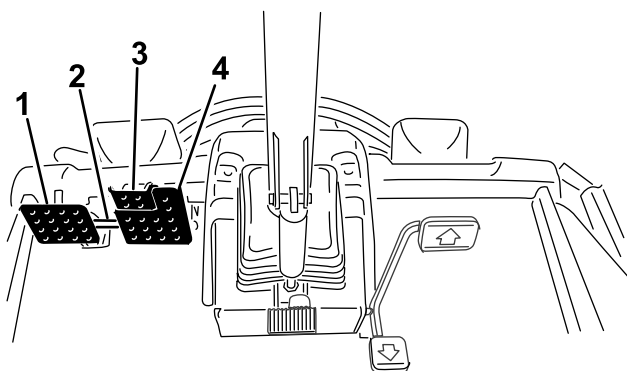

Figura 23
- Desconecte el enganche de bloqueo de los pedales (Figura 23).